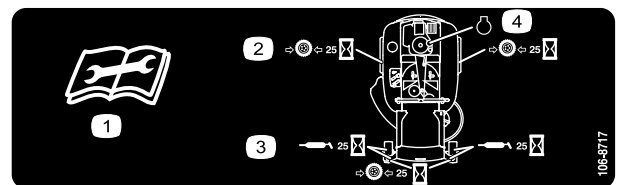

Figure 27
3. Nettoyez les graisseurs (Figure 26 et Figure 27) à l'aide d'un chiffon. Grattez la peinture qui pourrait se trouver sur les graisseurs.
4. Raccordez une pompe à graisse à chaque graisseur (Figure 26 et Figure 27). Injectez de la graisse dans